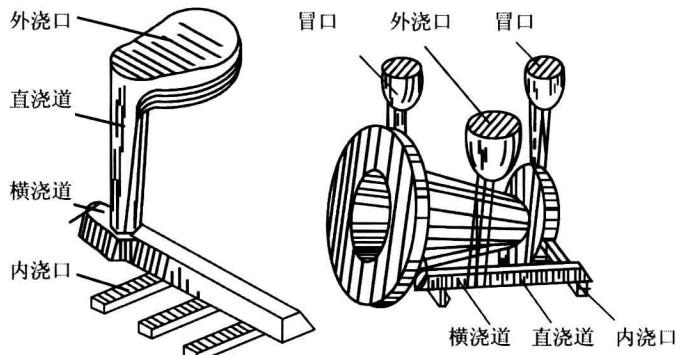

图 2-10 浇注系统的组成
(1) 浇注系统是指液体金属流入铸型型腔的通道。典型浇注系统一般包括外浇口、直浇道、横浇道、内浇道等,如图 2-10 所示。